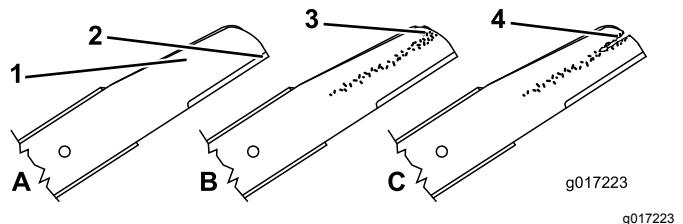

Bild 38
- Untersuchen Sie die Schnittkanten (**Bild 38**). Bauen Sie die Schnittmesser aus und schärfen oder tauschen sie aus, wenn die Kanten nicht scharf sind oder Kerben aufweisen.
- Prüfen Sie die Schnittmesser, insbesondere den gebogenen Bereich (**Bild 38**). Wenn Sie Schäden, Verschleiß oder Rillenbildung in diesem Bereich feststellen, sollten Sie sofort ein neues Schnittmesser einbauen.